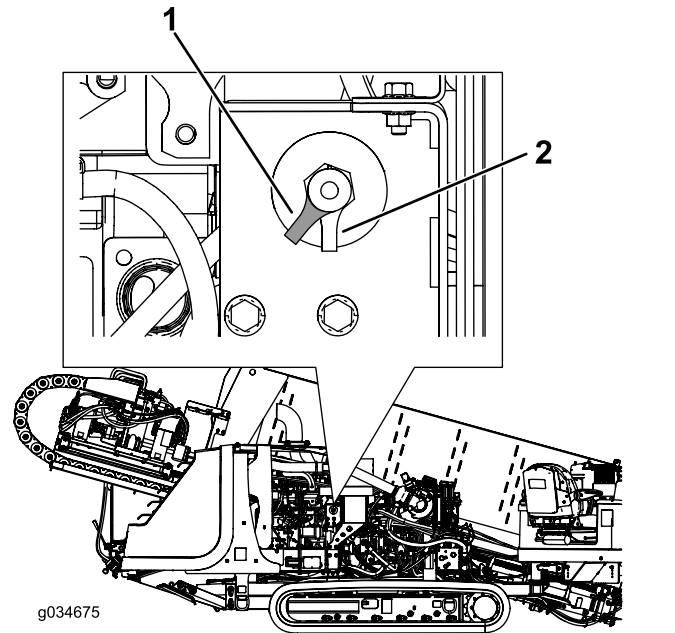

Figure 26
- Pour mettre la machine sous tension, tournez le COUPE-BATTERIE dans le sens horaire à la position SOUS TENSION (Figure 26).
- Pour mettre la machine hors tension, tournez le COUPE-BATTERIE dans le sens antihoraire à la position HORS TENSION (Figure 26).